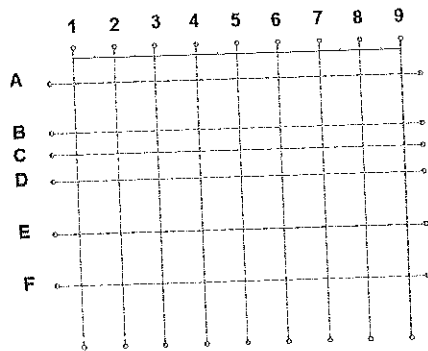

Figura A.9 – Malha de eixos das paredes.
3. Mude para a vista da planta do térreo em **Navegador de projeto > Plantas de piso > Térreo**. Vamos inserir os eixos das paredes, conforme a Figura A.9. Selecione **Arquitetura > Eixo**. Clique no ponto inferior para criar o primeiro eixo, mova o mouse para cima e clique. Prossiga criando os outros conforme as medidas descritas a seguir, depois inicie pelo ponto à esquerda para criar os eixos na vertical. Note que as cotas são exibidas; porém, se os eixos não ficarem com as medidas corretas, podemos editar as cotas depois.